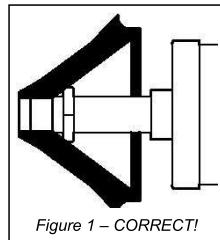
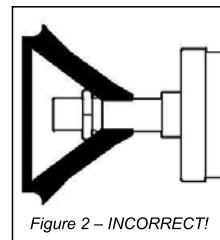
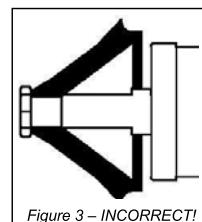

Figure 1 – CORRECT!
Figure 2 – INCORRECT!
Figure 3 – INCORRECT!
1. Glissez l'embout de caoutchouc de 4 pouces sur l'axe, avec la pointe du cône tournée vers l'extérieur comme illustré sur la figure 1, et non avec la pointe du cône tournée vers le cylindre comme illustré sur la figure 2.
3. Utilisez l'écrou de blocage pour maintenir le cône en place comme illustré sur la figure 1, *jamais* comme illustré sur la figure 3.